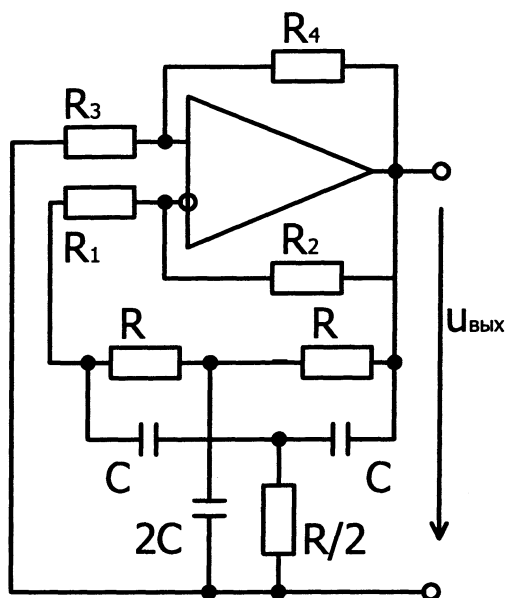

Рис. 5
Для создания генератора на основе ОУ необходимо существование положительной ОС (ПОС). В схеме генератора, приведённой на рис. 5, ПОС создаётся резисторами  $R_3$ ,  $R_4$ . Поскольку данный автогенератор содержит частотно-избирательную цепь – двойной Т-образный мост, то условия самовозбуждения: баланс амплитуд  $k\beta \geq 1$  и баланс фаз  $\varphi_{\text{ус}} + \varphi_{\text{ос}} = 0$  ( $\varphi_{\text{ус}}$  и  $\varphi_{\text{ос}}$  – сдвиг фаз в усилителе и в цепи ОС соответственно) – будут выполняться только на одной – квазирезонансной – частоте  $f_0$ .
5. Исследовать работу ОУ в режиме автогенератора гармонических колебаний (см. рис. 5). (Установить сопротивление обратной связи  $R_2 = 75 \text{ кОм}$ ).